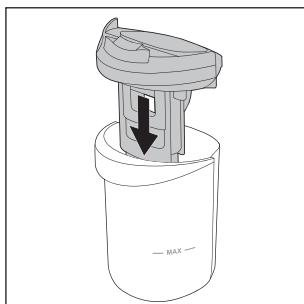

Rys. 27
- ♦ Wysusz całkowicie filtr zanieczyszczeń **10**, zbiornik na brudną wodę **2** i pokrywę zbiornika na brudną wodę **9** (patrz rys. 27).